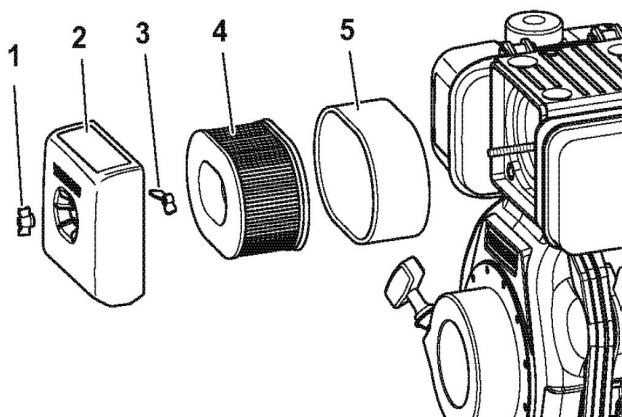

Abb.8-5: Luftfiltereinheit demontieren
- ➔ Entfernen Sie die Flügelmutter (1, Abb. 8-5), Luftfilterabdeckung (2), die Flügelmutter (3), den Luftfiltereinsatz (4) und den äußeren Schaumstoffeinsatz (5).
- ➔ Reinigen Sie die Innenseite der Luftfilterabdeckung (2).
- ➔ Setzen Sie den Luftfiltereinsatz (4) in das Luftfiltergehäuse ein.
- ➔ Setzen Sie die Flügelmutter (3) ein und ziehen Sie sie handfest an. Beachten Sie, dass durch ein zu festes anziehen der Flügelmutter ggf. die Luftfiltereinheit beschädigt wird.
- ➔ Führen Sie den äußeren Schaumstoffeinsatz (5) über den Luftfiltereinsatz (4).
- ➔ Montieren Sie die Luftfilterabdeckung (2).
- ➔ Setzen Sie die Flügelmutter (1) ein und ziehen Sie sie handfest an. Beachten Sie, dass durch ein zu festes anziehen der Flügelmutter ggf. die Luftfilterbaugruppe beschädigt wird.